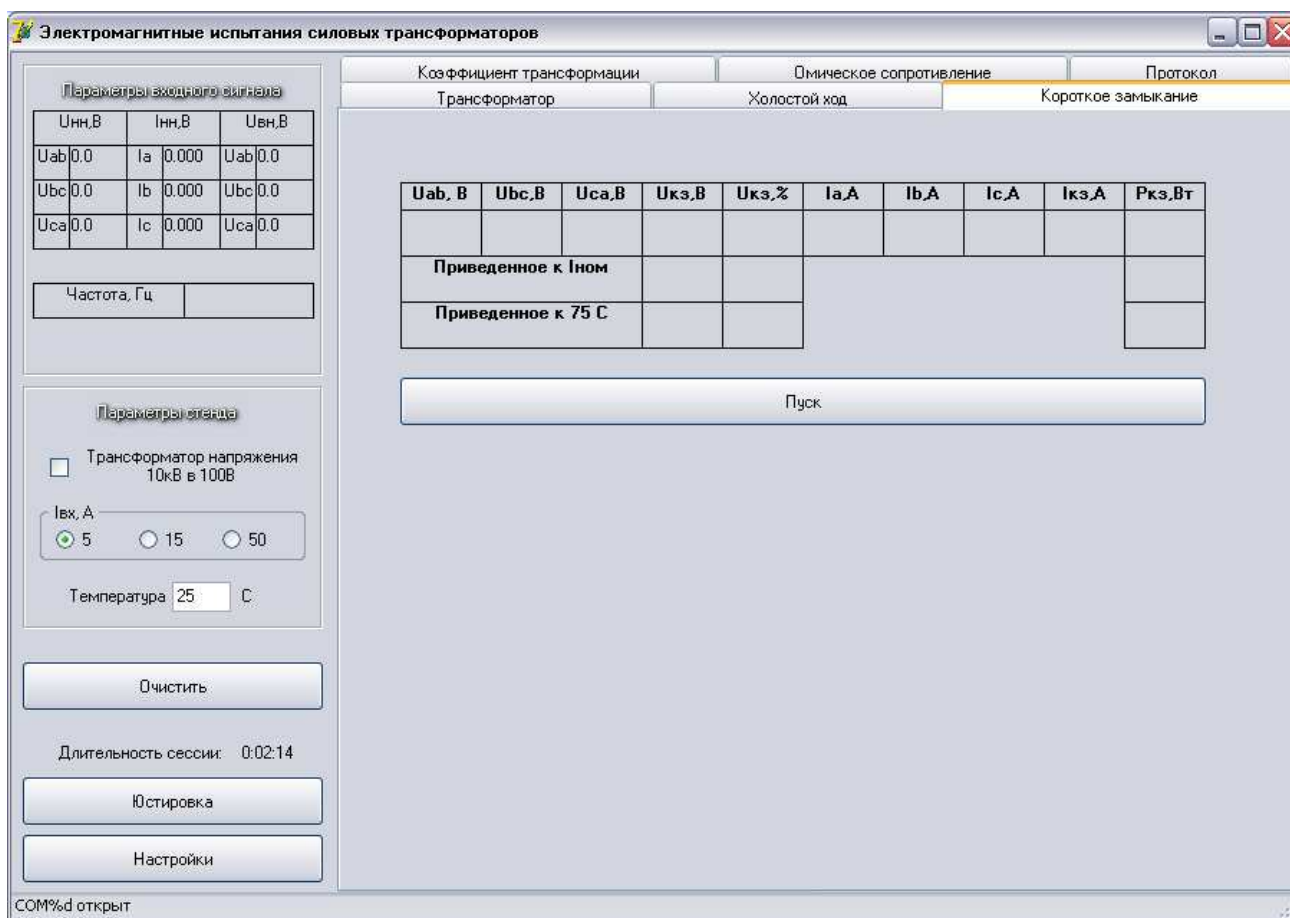

Рис. 9
2.7.2. При выборе закладки «Короткое замыкание» в рабочем окне открывается панель для проведения опыта КЗ рис. 9.